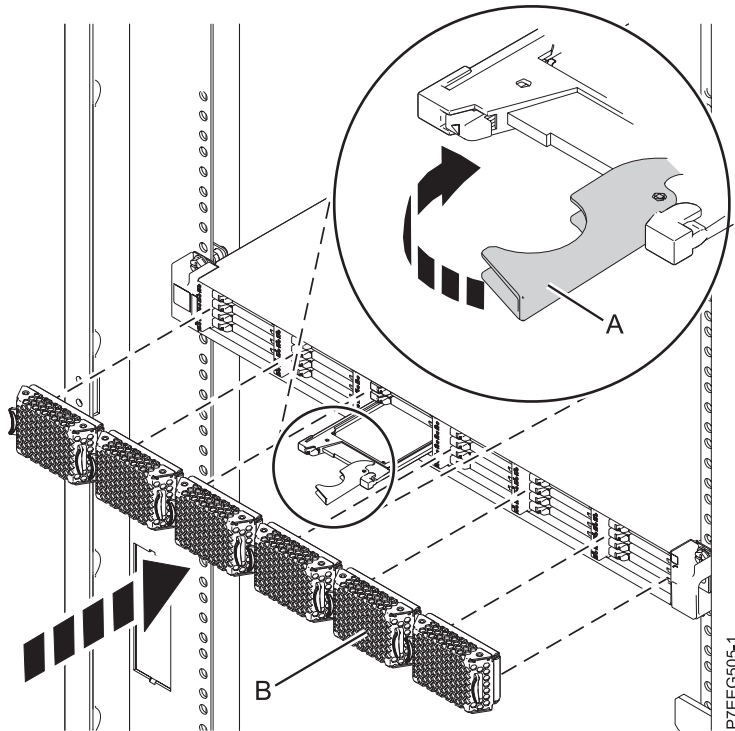

Figure 32. Remplacement d'une unité SSD dans le Boîtier de stockage PCIe 58/88.
4. Lorsque le voyant d'identification de l'unité SSD clignote, faites glisser complètement l'unité SSD dans le Boîtier de stockage PCIe 58/88 jusqu'à ce qu'il soit complètement encastré. Puis tournez la poignée (A) pour la mettre en position verrouillée. Pour plus d'informations, voir figure 32, à la page 54.
5. Installez le panneau (B).